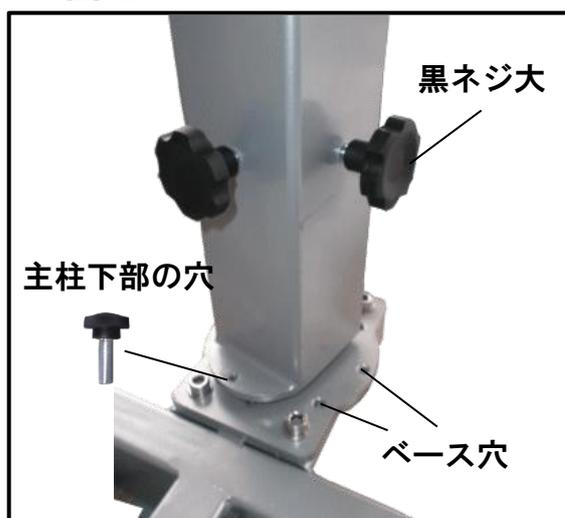

図.3
- ① 主柱下部の穴を、台座軸ベース穴 8ヶ所の任意の穴に合わせて丸黒ネジ (d) で固定します。(図.3)
- ② 主柱下部にあるネジ穴 2ヶ所を黒ネジ大 (c) でパラソル本体 (A) を固定します。